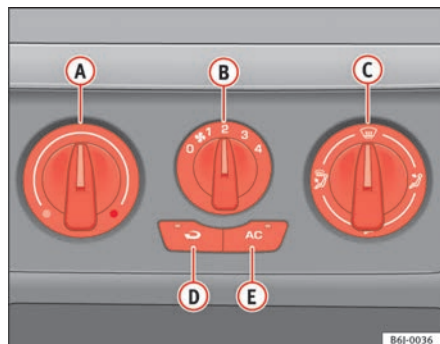

Fig. 86 Comandos do aquecimento no painel de instrumentos
- Com os reguladores ⇒ fig. 86 **A** e **C** e com o comando **B** é ajustada a temperatura, a distribuição do ar e a velocidade do ventilador.